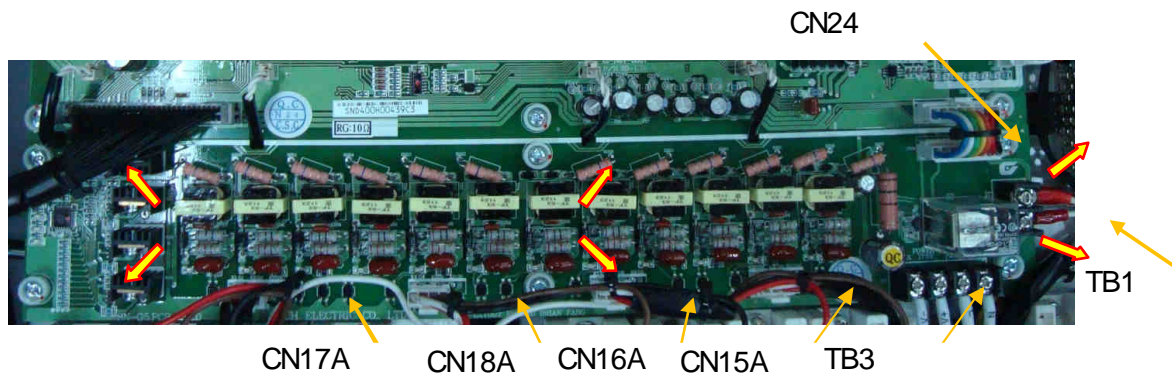

Рис. 6.27.
6.14.1. Отсоединить на плате управления тиристорами разъем CN24, отсоединить провода цепи предзаряда, выкрутив 2 винта на клеммной колодке TB1, провода цепей GND, 17,5 В и AC220 выкрутив 4 винта на клеммной колодке TB3 (рис. 6.27).
6.14.2. Выкрутить 6 винтов крепления платы управления тиристорами к радиатору (желтые стрелки на рис. 6.27). Положить плату и винты в тару.